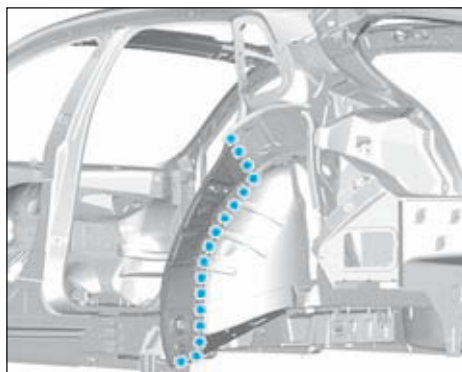

FIG.207
- Dépointer les points de soudure (Fig.207).